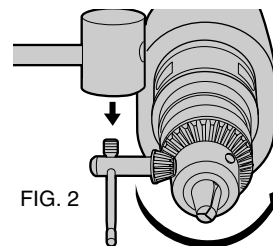

FIG. 2
Oprima el interruptor de gatillo para accionar el taladro; suéltelo para detenerlo (fig. 2). El interruptor de cambio que se encuentra por arriba del gatillo, es el interruptor de reversa. Cambie la posición del interruptor únicamente cuando la herramienta no esté en funcionamiento o el portabrocas no esté en movimiento. Al terminar la operación en reversa, cambie de nuevo el interruptor a la posición de marcha hacia adelante.
3. Aplique a la llave un golpe seco con un marro de madera en el sentido de las manecillas del reloj. Esto aflojará el tornillo interno del portabrocas (fig. 2).